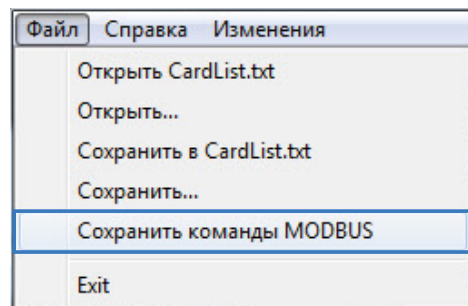

Рис.9. Сохранение команд Modbus.
• выбрать Главное меню – Меню «Файл» – Сохранить команды Modbus (Рис.9). После этого программа создаст файл ModbusCommands.txt в папке, в которой расположена программа, и запишет в этот файл команды для удаленной настройки считывателя;
- выбрать Главное меню – Меню «Файл» – Сохранить команды Modbus (Рис.9). После этого программа создаст файл ModbusCommands.txt в папке, в которой расположена программа, и запишет в этот файл команды для удаленной настройки считывателя, в том числе и команды для записи списка карт;